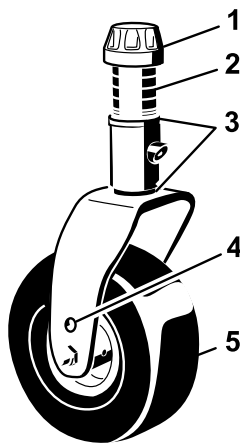

図 24
3. キャスタのシャフトからテンショニングキャップを外す（図 24）。そして、キャストアームからシャフトを抜き出す。最初についていたように、キャストシャフトにシム（3mm）を 2 枚セットする。適正数のスペーサシャフトにセットして希望の刈高にする。
4. キャスタシャフトを前キャストアームに押し込む。シムを取り付け（最初についていたように）、残りのスペーサをシャフトに取り付ける。テンショニングキャップを取り付けてアセンブリを固定する（図 24）。